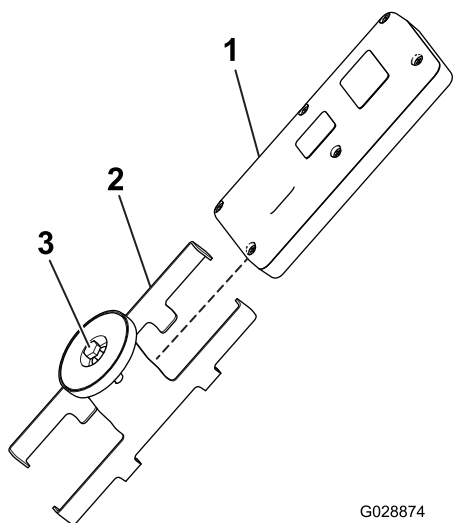

图25
1. 旋松磁性遥控器支架上磁体内的螺栓 图25。
- 将支架滑到侧面然后拆下遥控器 图25。
- 将手持遥控器装入磁性遥控器支架将两半滑到一起并固定然后拧紧磁体内的螺栓 图25。